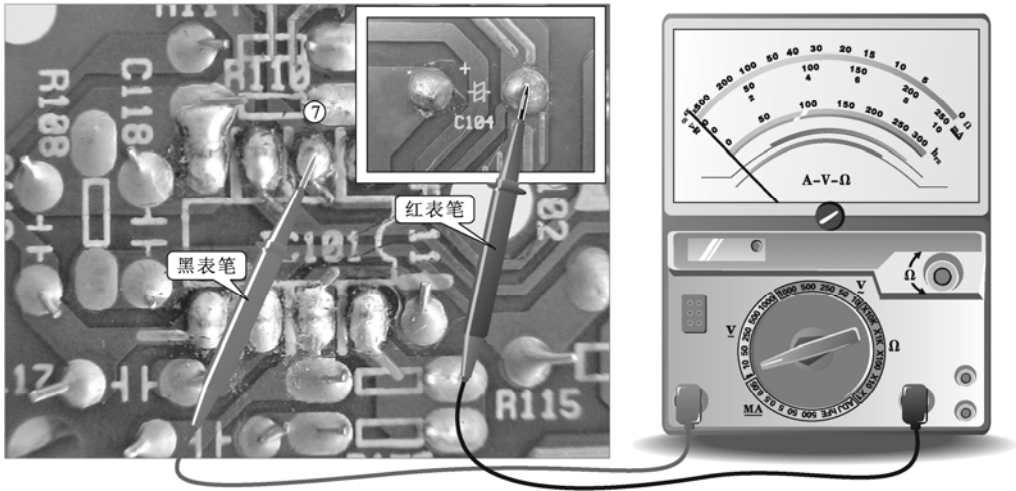

图 3-39 检测开关集成电路 IC101⑦脚的电压
(4) 振荡启动电路检测
开关集成电路的⑥脚没有输出信号，还应检测开关集成电路的⑦脚是否有电压输入。检测时，将万用表黑表笔接地，红表笔接集成电路的⑦脚，具体操作如图 3-39 所示。实际检测开关集成电路⑦脚的电压为 0 V，表明开关集成电路 IC101 没有启动电压。